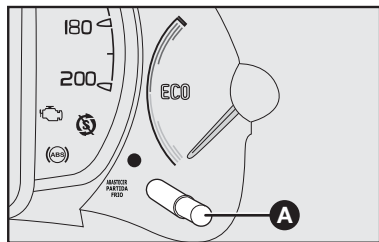

fig. 53
- Selecionar o hodômetro total através do botão **A**-fig. 53.